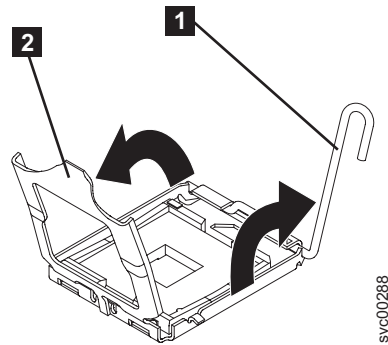

図 249. マイクロプロセッサ・リリース・レバーとブラケット・フレームが完全に開いた状態
4. マイクロプロセッサの解放レバー (図 249 の **1**) を開いて、完全に開いた位置にします。
5. マイクロプロセッサ・ブラケット・フレーム (図 249 の **2**) を開きます。